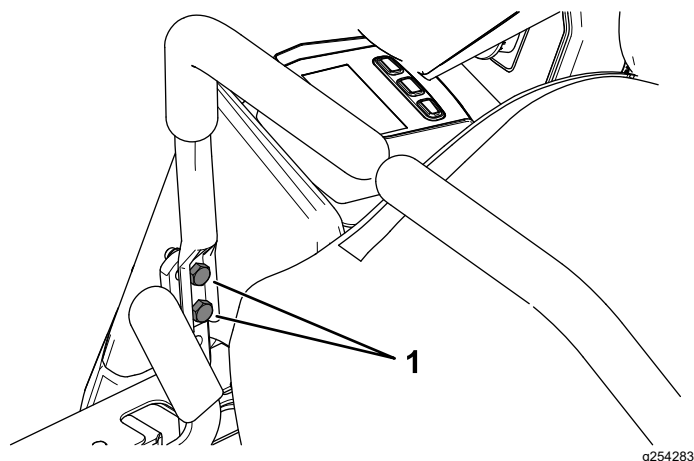

Bild 53
10. Wenn eine Ausrichtung erforderlich ist, lösen Sie die beiden Befestigungsschrauben des Fahrerpedals auf der falsch ausgerichteten Seite (Bild 53).
12. Ziehen Sie die beiden Befestigungsschrauben des Fahrerhebels fest (Bild 53).